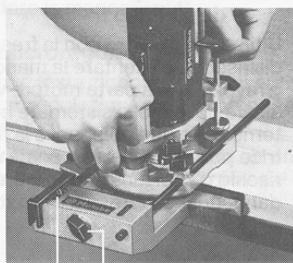

Fig. 8
On effectue le réglage précis de l'écartement entre la fraise et le bord de butée du guide latéral (et, par conséquent, entre la fraise et le chant de la pièce) en tournant la vis à ailettes (19) et en s'aidant de la graduation (18) (fig. 8).